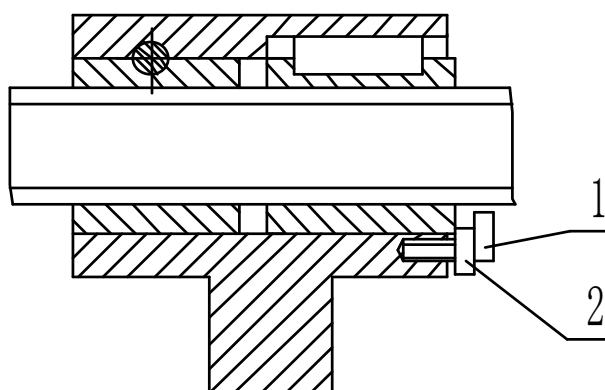

Fig.8
9.1.4 Réglage du jeu entre la vis d'entraînement et l'écrou des directions longitudinale et transversale. (Fig.8)